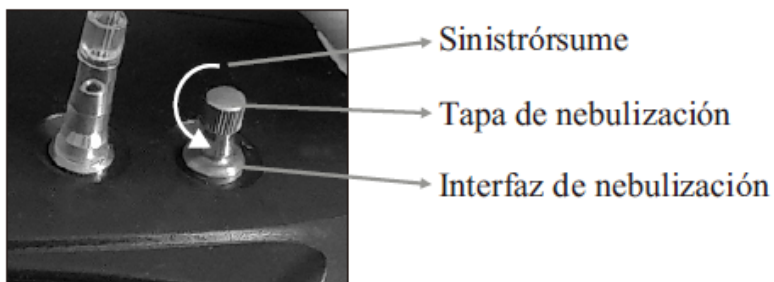

Figura 7: Nebulización
▶ Tire hacia arriba la cubierta del nebulizador sobre la interfaz del mismo. (Figura 7)